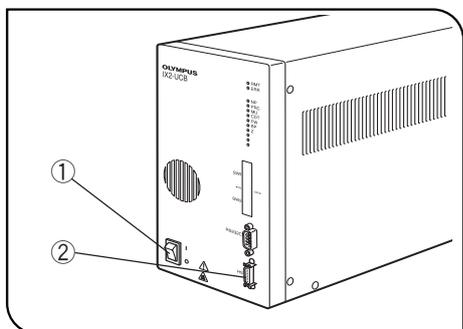

図 4
▲ ハンドスイッチのケーブル(他の接続ケーブルも含む)および電源コードの接続時には、必ず、コントロールボックスのメインスイッチ①を○(OFF)状態で行ってください。(図4)
1 ハンドスイッチのケーブル接続 (図 4)